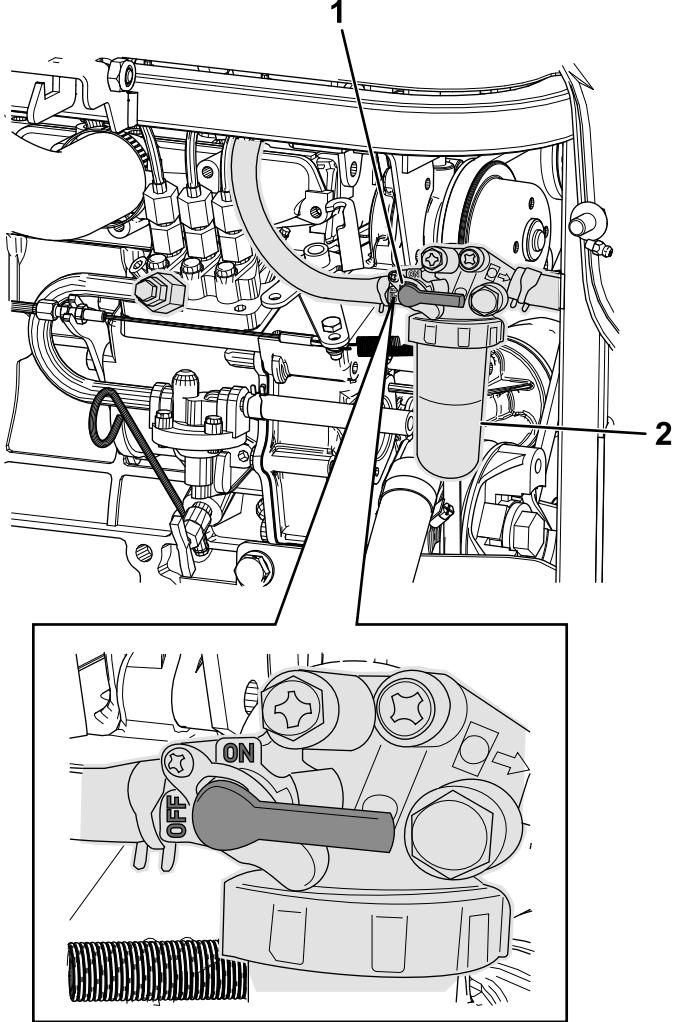

図 59
3. フィルタを外して取り付け部をきれいに拭く図 59。
1. 燃料フィルタの周囲をきれいに拭く図 59。
2. 燃料フィルタのレバーを OFF 位置に回す図 59。